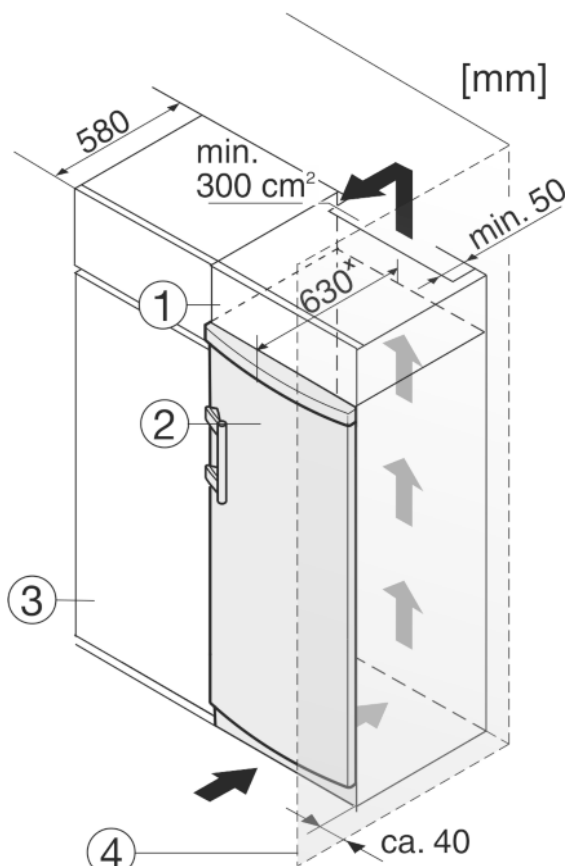

Fig. 10
- (1) Mobile da appoggio (2) Apparecchio (3) Mobile da cucina (4) Parete
L'apparecchio può essere incassato in mobili da cucina. Per adattare l'apparecchio Fig. 10 (2) all'altezza della cucina componibile, è possibile applicare sopra l'apparecchio un mobile da appoggio Fig. 10 (1).
Si la cocina posee armarios (profundidad máx. 580 mm), el aparato se puede colocar directamente junto al armario de cocina Fig. 10 (3). El aparato sobresale 34 mm * por los lados y 50 mm * en el centro del aparato respecto al frente del armario de cocina.
Se l'apparecchio con cerniere viene installato accanto ad una parete Fig. 10 (4), la distanza minima fra l'apparecchio e la parete deve essere almeno di 40 mm, che corrisponde alla sporgenza della maniglia con la porta aperta.